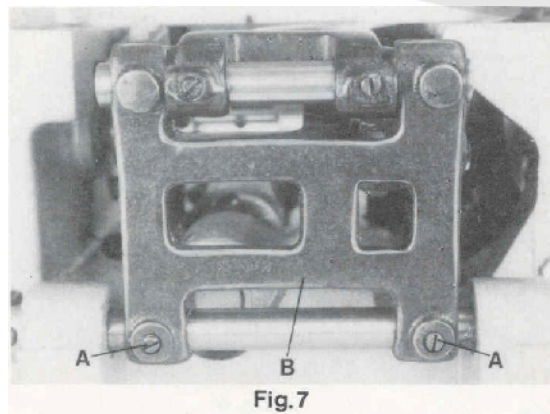

Fig. 7
After loosening screws (A, Fig. 7) rear in the feed rocker (B), the feed bar with feed dog can be moved laterally to center the feed dog in the throat plate slots, if required. Retighten screws (A).
Nach dem Lösen der Schrauben (A, Fig. 7) hinten im Transportrahmen (B) kann der Transporteurträger, bei Bedarf, mit dem Transporteur seitlich verschoben und in den Stichplattenschlitzen vermittelt werden. Ziehen Sie die Schrauben (A) wieder an.